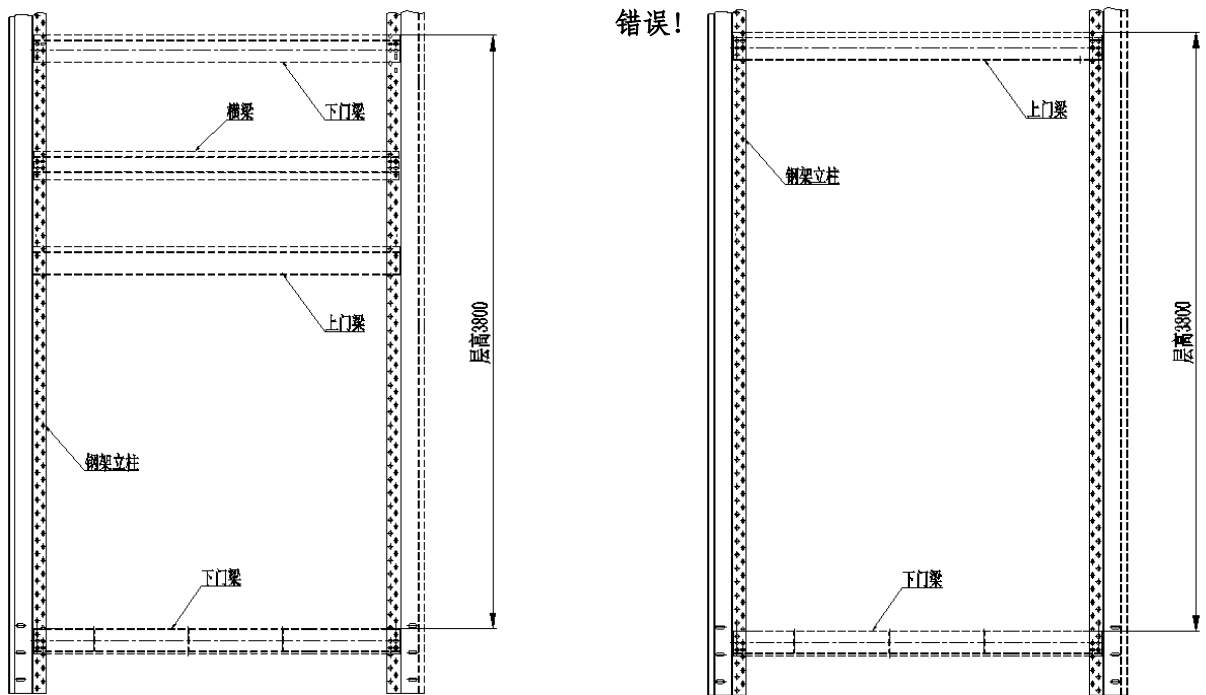

图 3-15 上下门梁安装示意图
3.4.2 根据电梯土建总体布置图‘参数表一’的层高来判断，当层高 $>3800\text{mm}$ 时，在门梁与门梁中间位置安装一档横档。横档居中位置安装，上下偏差不得超过 $5\text{mm}$ 。见图 3-15。增加不停层站加横档。